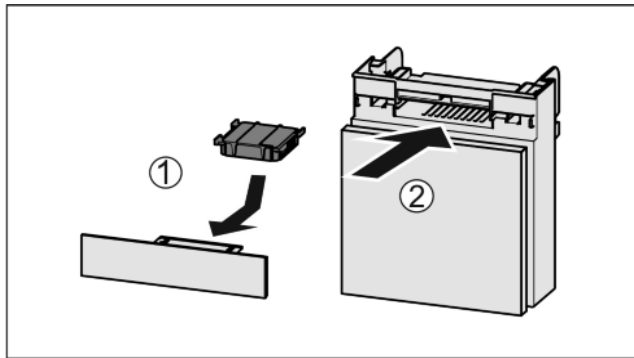

Fig. 50
- ▶ Поставете Fig. 50 (1) филтъра с активен въглен, както е показано на фигурата.
- ▶ Вкарайте Fig. 50 (2) отделението.